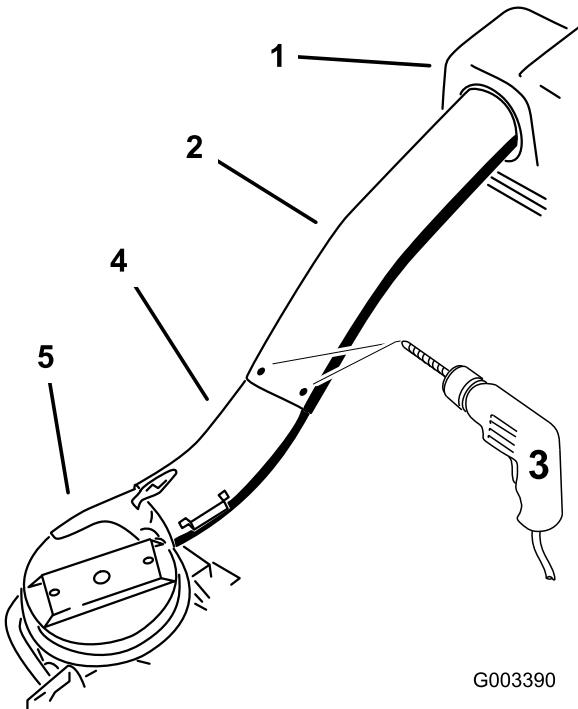

Figura 29
- 12. Utilizzando i 3 fori o i segni nel tubo superiore come riferimento, eseguite 3 fori (diametro 7/32 pollici) nel punto in cui i tubi superiore e inferiore si uniscono (Figura 29).